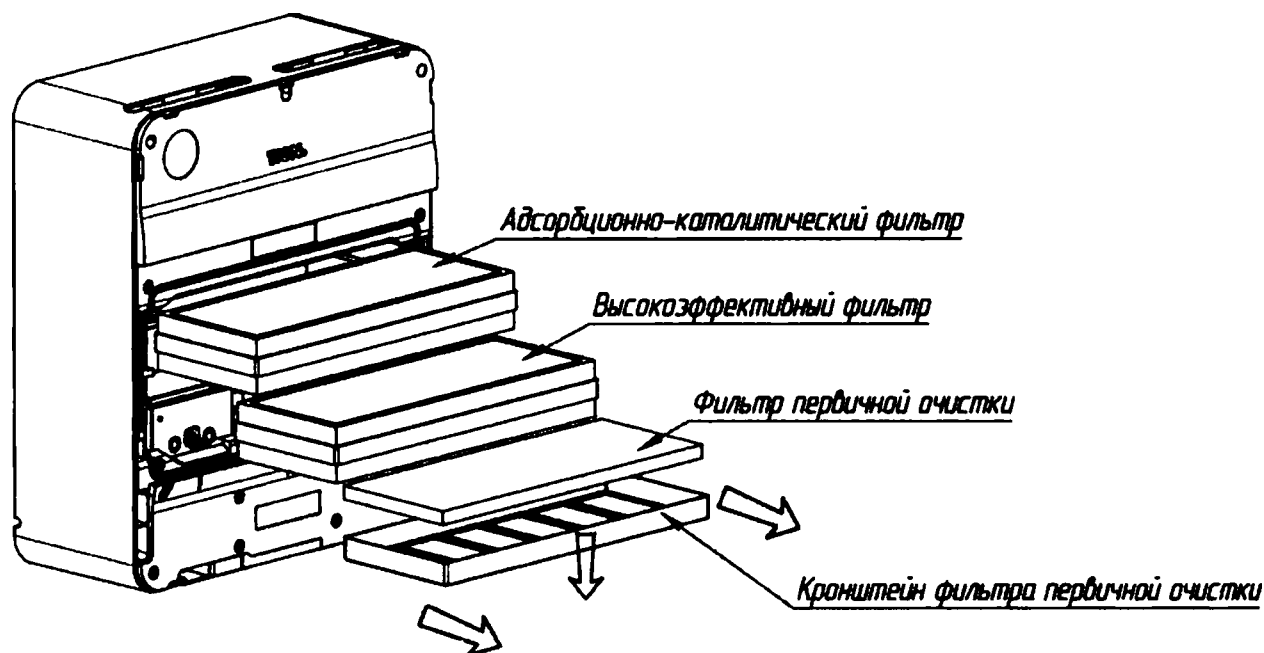

Рисунок 6.4 – Сервисное обслуживание фильтров
6.3.3 Извлеките по очереди из прибора фильтры, выработавшие свой ресурс: фильтр первичной очистки (извлеките сначала кронштейн фильтра, а затем сам фильтр), высокоэффективный фильтр и адсорбционно-каталитический фильтр (рисунок 6.4).